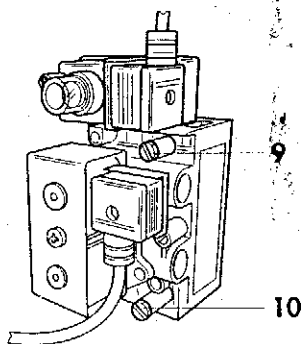

Рис. 8.2 Штуцеры для измерения давления газа
- Вывернуть запорный винт на штуцере для измерения давления на соплах и присоединить манометр с разрешением не хуже 0,1 мбар (рекомендуется U-образный манометр) к штуцеру (10). (см.рис.8.2)
- Потом провести настройку частичной мощности 55% (1-я ступень), для чего после вывинчивания крепёжного винта снять штекер (7). (Котёл перейдёт в режим работы на первой ступени.)
- Давление на соплах для частичной мощности 55% (1-я ступень) установить с помощью отвёртки (4) винтом (5), удерживая при этом плоским ключом на 10 шестигранную гайку (6).
- Присоединить штекер (7), завернуть крепёжный винт.
- Завернуть винт на штуцере (10). (См. рис.8.2)